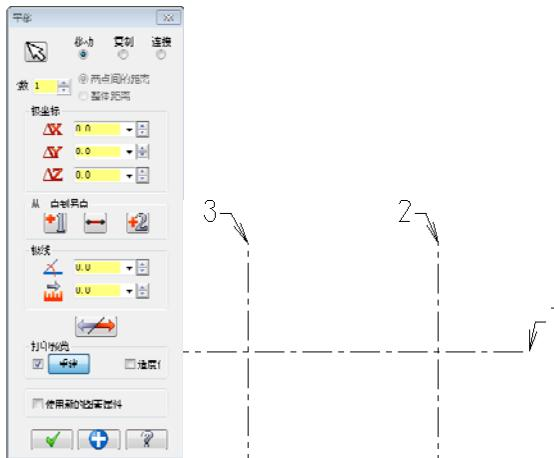

图 3-174 绘制中心线
- 02 单击“转换”工具栏中“平移”按钮 S ，选取中心线2，按回车键，在 ΔX 文本框输入向量值44，单击“确定”按钮，如图3-174所示。